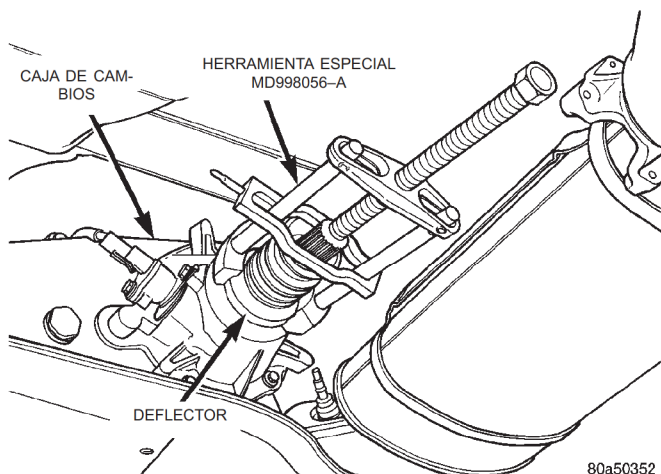

Fig. 10 Desmontaje del deflector trasero
(2) Empleando el extractor MD-998056-A, retire el deflector trasero (Fig. 10).